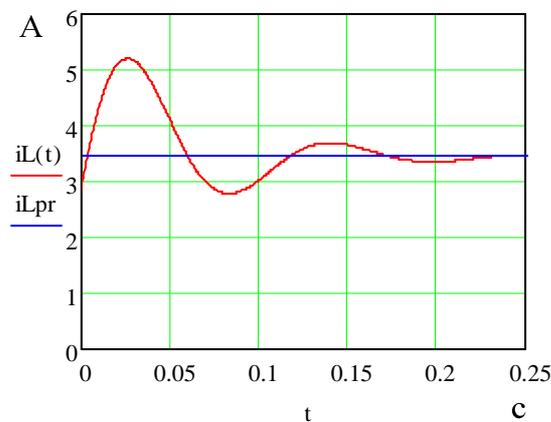

Рисунок 6. График тока через индуктивность  $i_L(t)$
5) Записываем окончательное решение и строим график  $i_L(t), U_C(t)$  (см. рис. 6, 7):